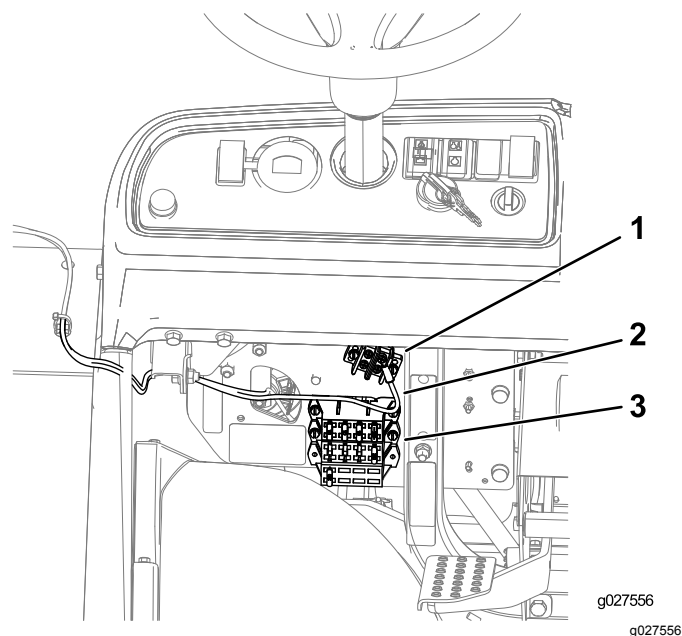

Figura 13
2. **Per macchine Workman MD/MDX/MDXD:** collegate il terminale ad anello sul cablaggio alla morsettiere di messa a terra e inserite il connettore del portafusibili in un collegamento disponibile nel portafusibili (Figura 13).